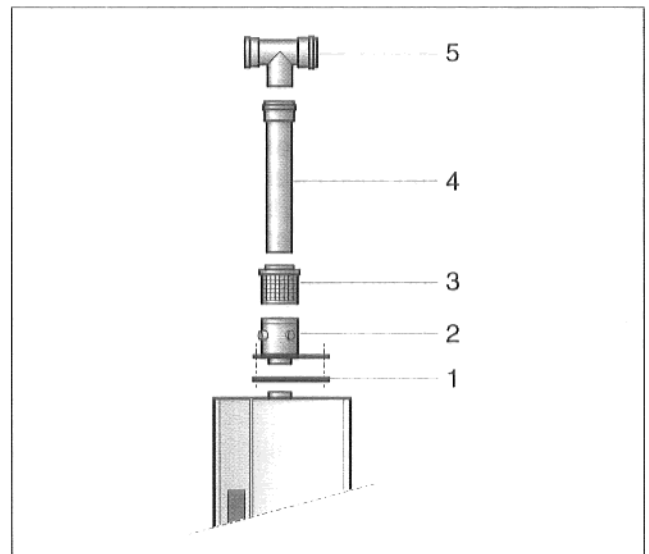

Abb. 4 Montage Kesselanschluß
- Konzentrische Anschlußplatte (Abb. 4, Pos. 2) mit Dichtung (Abb. 4, Pos 1) am Heizkessel montieren.
- Zuluftgitter (Abb. 4, Pos. 3) aufstecken.
- Rohr (Abb. 4, Pos. 4) und Revisions-T-Stück (Abb. 4, Pos. 5) aufstecken.